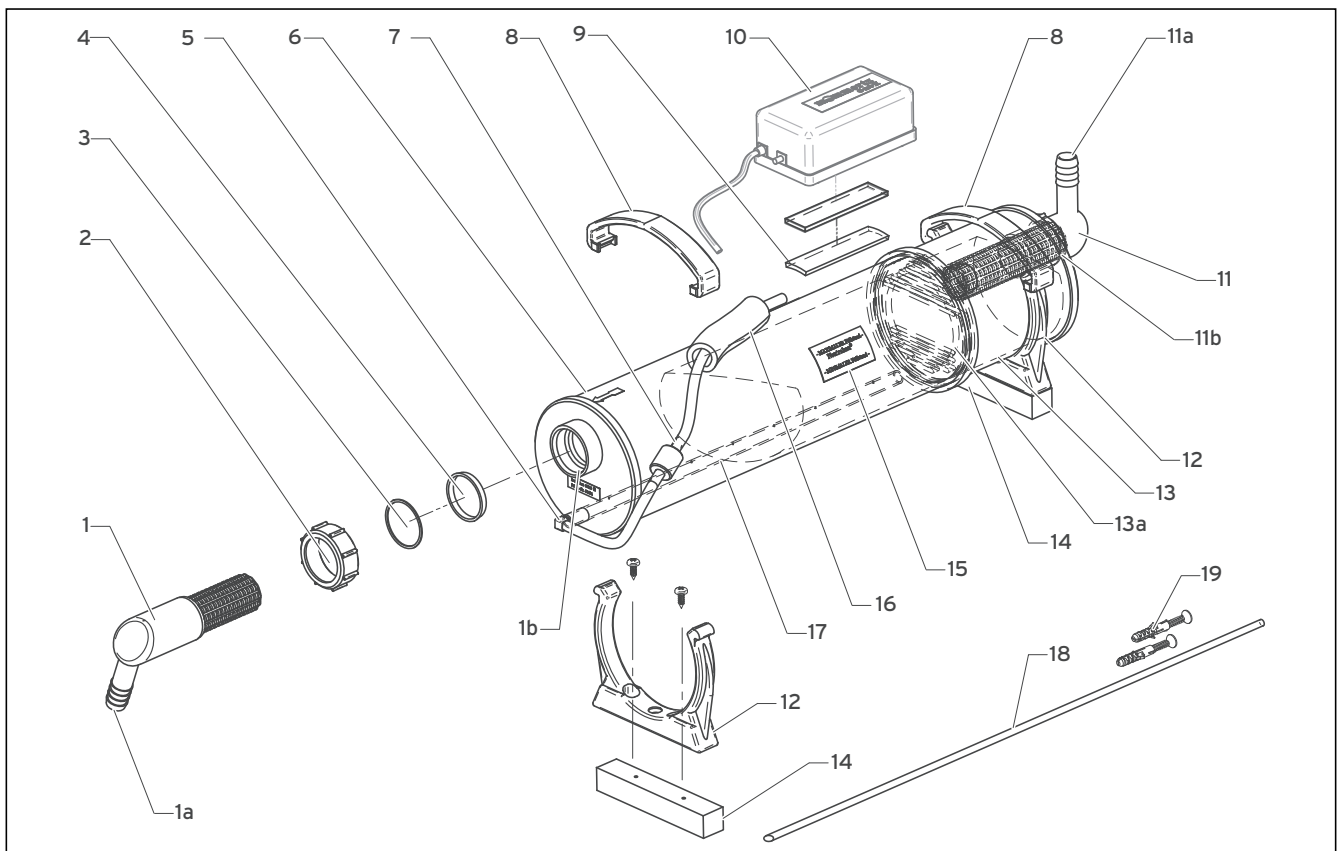

Abb. 3.2 Öl-Neutralisationseinrichtung zusammenbauen
- Schließen Sie die Tülle/Zulauf (→ **Abb. 3.2**, Pos. 11) der Öl-Neutralisationseinrichtung an den Kondensatablauf des Brennwertkessels an.
- Schließen Sie die Tülle/Ablauf (→ **Abb. 3.2**, Pos. 1) an die Hausentwässerung oder die Kondenswasserpumpe an.